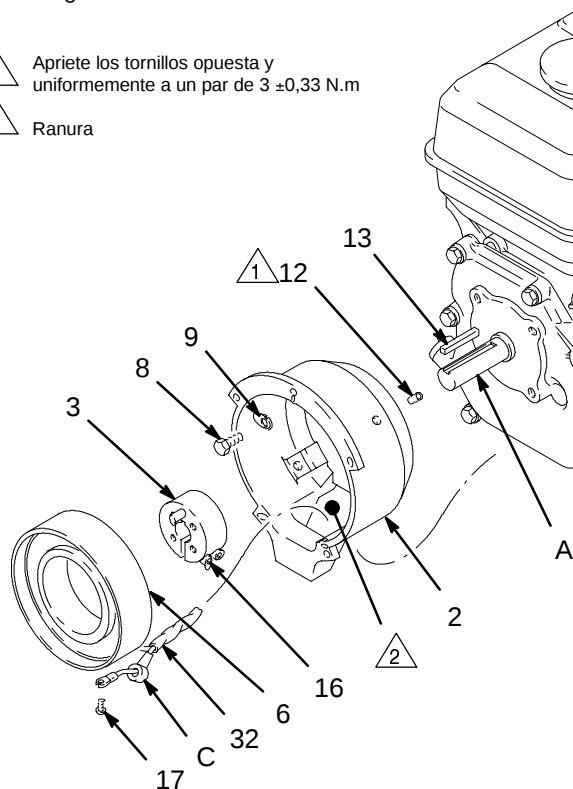

Fig. 17
1. Instale el **cárter del embrague (2)**, los tornillos de cabeza (8) y las arandelas de retención (9) en el motor. Vea la Fig. 17. Apriete los tornillos (8) a un par de $23 \pm 1,1$ N.m.
2. Instale la **chaveta (13) del eje del motor**. Vea la Fig. 17.
4. Conecte los cables de las guarniciones (32) a los tornillos (17) en ambos sitios del inductor (los cables pueden sujetarse en cualquiera de las dos conexiones). Tire de las tapas de plástico (C) y encájelas sobre los tornillos. Instale el **inductor (6)** en el cárter del embrague (2). Conduzca las guarniciones a través de la ranura del alojamiento de embrague. Con los orificios de los tornillos de bloqueo del inductor y del cárter del embrague (2) alineados, apriete los tornillos de bloqueo (12) opuesta y uniformemente a un par de apriete de $3 \pm 0,33$ N.m. Vea la Fig. 17.